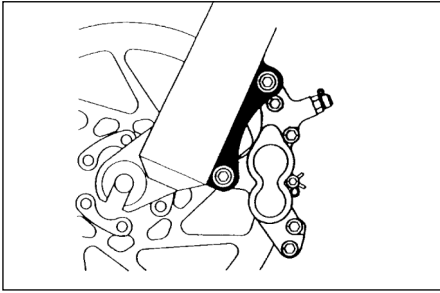
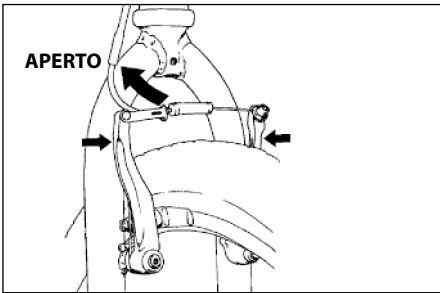

Figure 11.
Figure 12.
**3. Alcuni freni delle biciclette, come i freni a disco (fig. 11) e i freni a tiraggio lineare (fig. 12), Sono estremamente potenti.** Familiarizzarsi bene con questi freni e prestare maggior attenzione quando si usano.